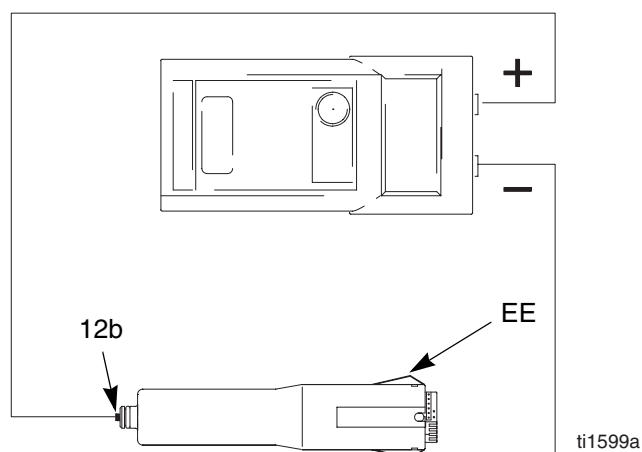

Fig. 18. Test de résistance du générateur électrique
1. Retirer le générateur (12), page 52.
2. Retirer la turbine-alternateur (13) du générateur électrique, page 53.
3. Mesurer la résistance entre les bandes de contact de masse du générateur électrique (EE) et le ressort (12b). Voir Fig. 18.